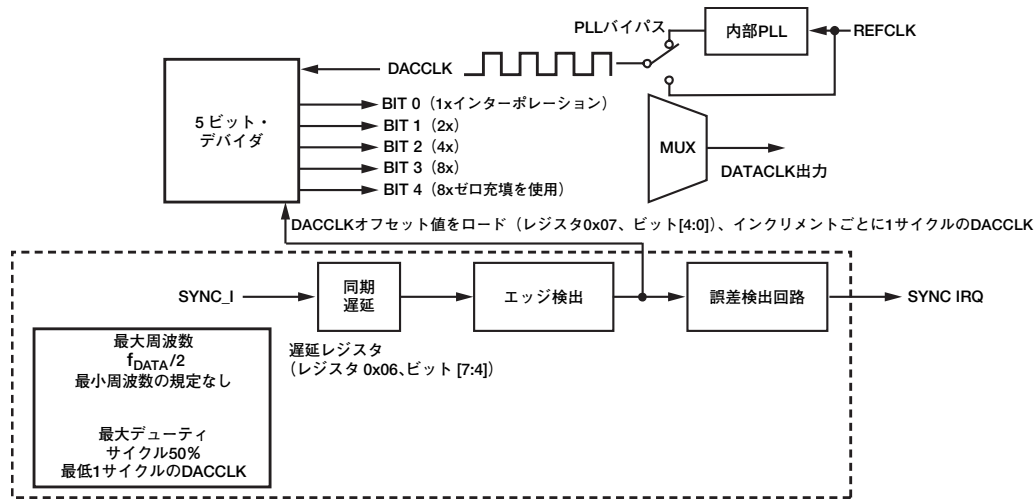
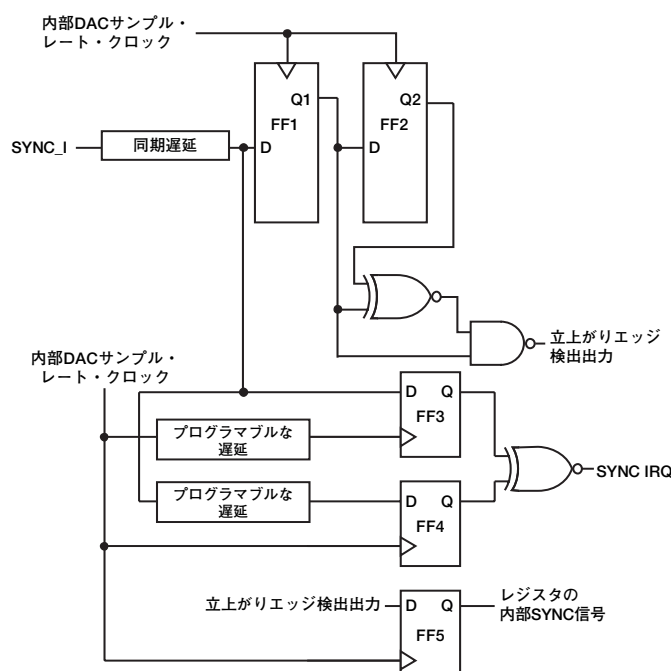
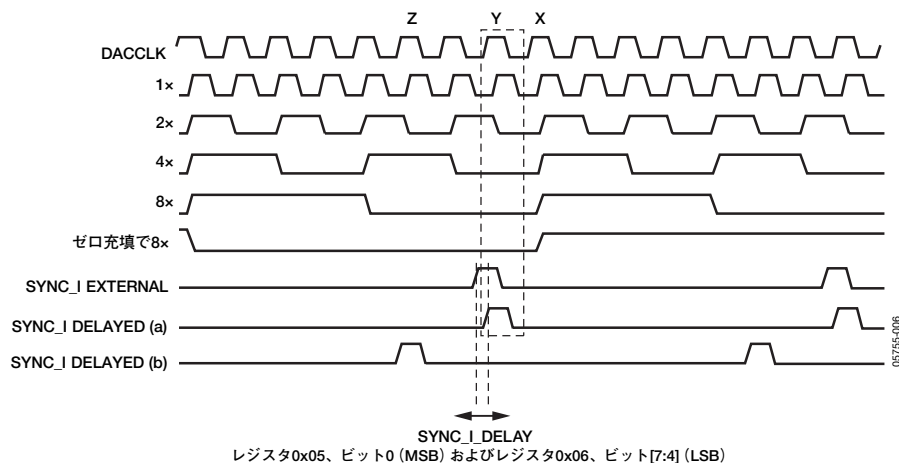

図4. AD9779マルチDAC同期回路のブロック図
図5. プログラマブルなタイミング・マージンとロード信号生成の詳細
図6. SYNC_I、DACCLK、DATACLKの内部タイミング
図4に、複数のAD9779の同期化に使用する内部回路のブロック図を示します。プログラマブル遅延の後、SYNC_I信号はSYNC_Iの立上りエッジごとにDACCLK周期の単一パルス長だけが残るように処理されます。この場合、DACCLKはAD9779 DACの内部サンプル・レートのクロックとなることに注意してください。これはAD9779の設定にもよりますが、REFCLKの場合も同様です。DACCLK周期のこの単一パルス長は、図4に示す5ビット・デバイダのロード信号を駆動します。デバイダの遅延ロジックから出力される5つの信号は、ゼロ充填がイネーブになっている場合も含め、インターポレーション・レートのすべてにおいて考えられるDATACLK信号となります。DACCLKオフセット・レジスタの設定によって、図4に示すビット1からビット4までの遅延がDACCLKサイクルのインクリメントごとに可能になります。図6に、5ビット・デバイダの内部タイミング、ロード信号の効果、DACCLKオフセット値を示します。
エッジ検出器は誤差検出回路も駆動します（図5の詳細な回路図を参照）。このプログラマブルな誤差検出回路ではタイミング・マージンを計測し、このマージンを越えた場合に割込みを発生させることができます。
図4の点線で囲んだ部分の詳細を図5に示します。内部では、FF5に入力される信号が相互にセットアップとホールドのタイミング条件に適合しなければなりません。FF5の入力信号のタイミングが無効になれば、REFCLKとデジタル入力データ間の同期が失われる可能性があります。このポイントのタイミング不良は、一般にDAC出力ノイズ・フロアの増加によってわかります。FF5の入力信号のタイミング条件をDACCLKとSYNC_Iの入力に適用すると、この2つの入力に対するセットアップとホールドのタイミング条件になります。
確実に同期させるために、SYNC_Iの最大レートはDATACLK/2になっています（DATACLKはAD9779の入力データ・レートです。DACCLKではありません）。図6に、SYNC_Iを加える2つの例を紹介します。いずれの例でも、AD9779は4×インターポレーション・モードであり、SYNC_IはDACCLK/8の速度で動作します。このため、4×ラインもDATACLK出力信号です。図6のSYNC_I_DELAYED (a) では、DACCLKのオフセット値を0000に設定しています。内部のSYNC_I_DELAYED (a) 信号の立ち上がりエッジで、DACCLKのエッジが立ち上がるとDATACLK出力ビットがすべて0にリセットされます。ここでは、4×ラインを時間(X)で設定するためには、DACCLKを基準とするウィンドウ(Y)でSYNC_I_DELAYED信号が発生しなければなりません。SYNC_I_DELAYED (a) 信号がこのウィンドウよりわずかでも前か後に発生すると、4×ラインの立ち上がりエッジがDACCLKの1サイクル分進むか、遅延します。
図6のSYNC_I_DELAYED (b) では、DACCLKのオフセット値を時間 (Z) で00010に設定しています。これにより、8×、4×、2×のビットが010 (DACCLKオフセット・ビットと一致) に設定されています。したがって、4×ラインの次の立上がりエッジ (DATACLK出力) は、DACCLKの3サイクル後に発生します。